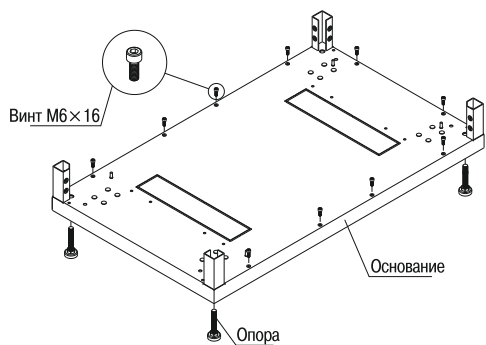

Рисунок 1 – Нижнее основание
3.1.1\* Извлеките из первого места составные части изделия. Установите на нижнее основание опоры и винты М5×16 (10 шт.) с цилиндрической головкой (рисунок 1).